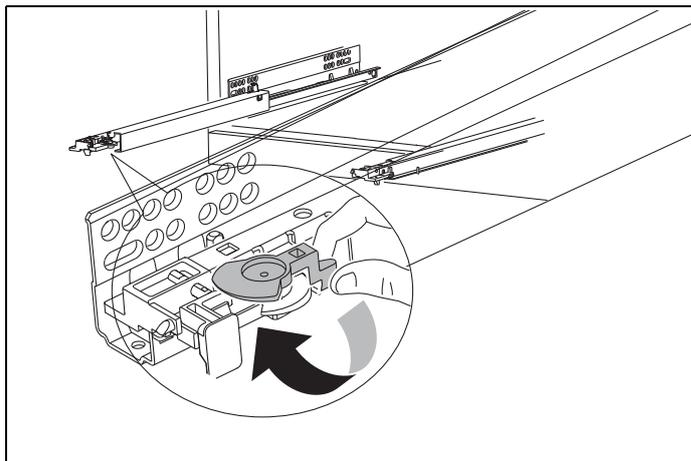

Fig. 10
- Pour soulever l'appareil par l'avant (max 0,07"), tourner le loquet comme indiqué Fig. 10 .